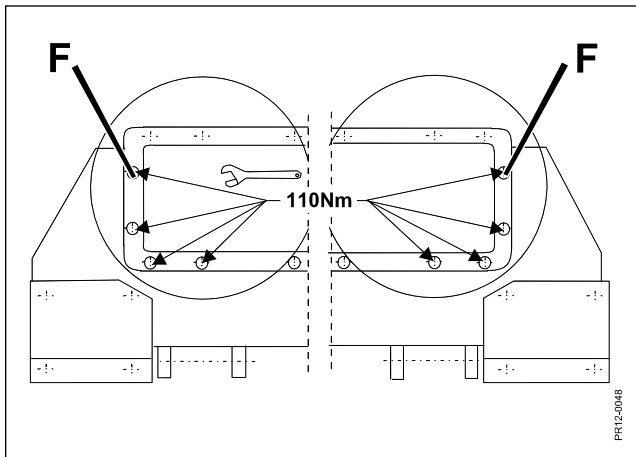

Fig. 5-5
**Fig. 5-5** For at undgå skadelige rystelser i skæreenheden skal skivebjælken være korrekt fastspændt. De 4 bolte **F** i hver side spændes med moment. M12 bolte: 110 Nm (11Kpm) og M10 bolte: 70 Nm (7 Kpm). Bolte ved bjælkeenheden SKAL kontrolleres jævnligt.